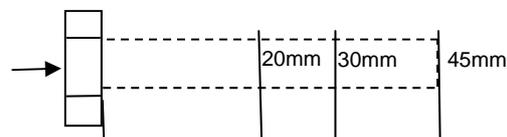

Figure 2
4. Vérifiez toutes les pièces dans le sac des pièces (figure 2).